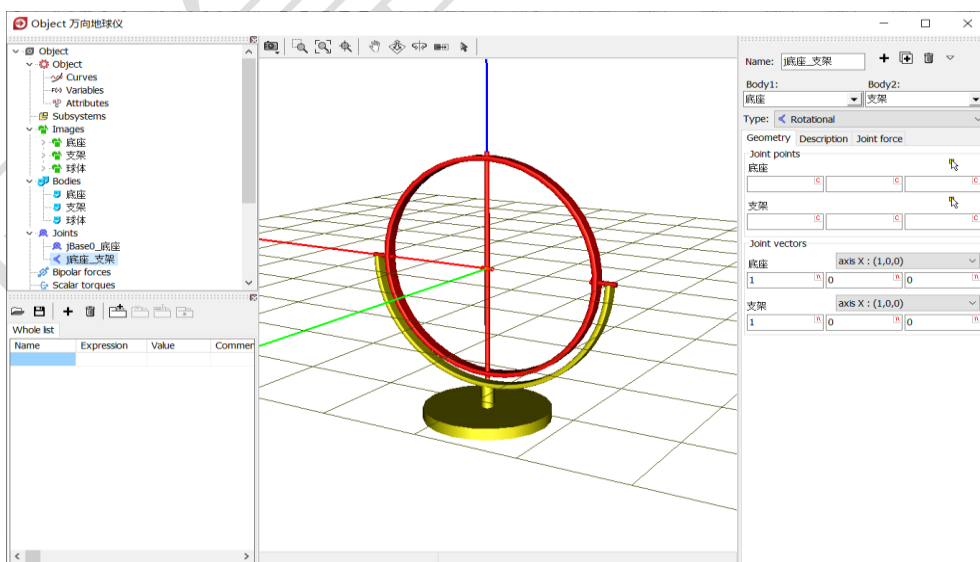

图 2-32
- 6) 选中左侧模型树中的 **Joints**（其实选中任意一个铰都行），然后在交互界面点击按钮 **+**，如图 2-32。